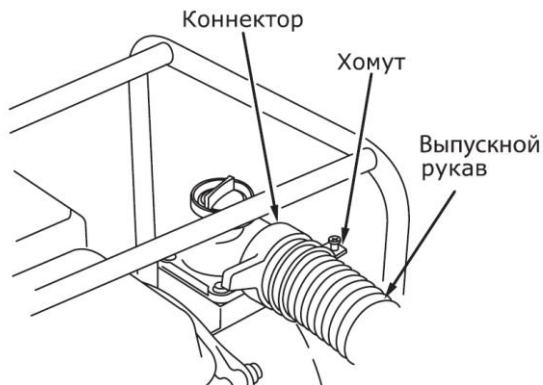

Рис. 5
- подсоедините выпускной рукав к патрубку при помощи зажимного кольца и хомута (рис. 5)